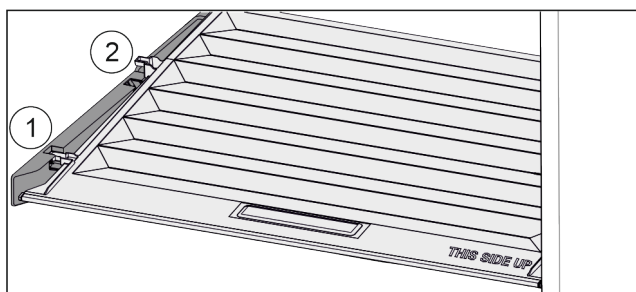

Fig. 32
- Veko potiahnite dopredu až k otvoru v prídržných dieloch Fig. 32 (1).
- Vozduchu ho nadvihnite zospodu a zložte smerom nahor Fig. 32 (2).